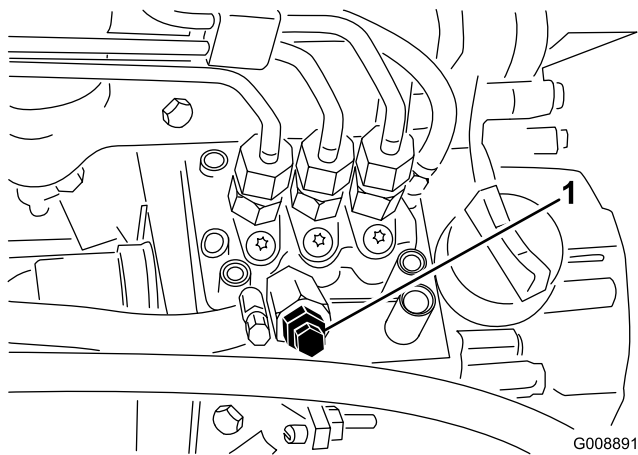

Figura 34
3. Aprite le viti di spurgo dell'aria, situata sulla pompa di iniezione del carburante (Figura 34).